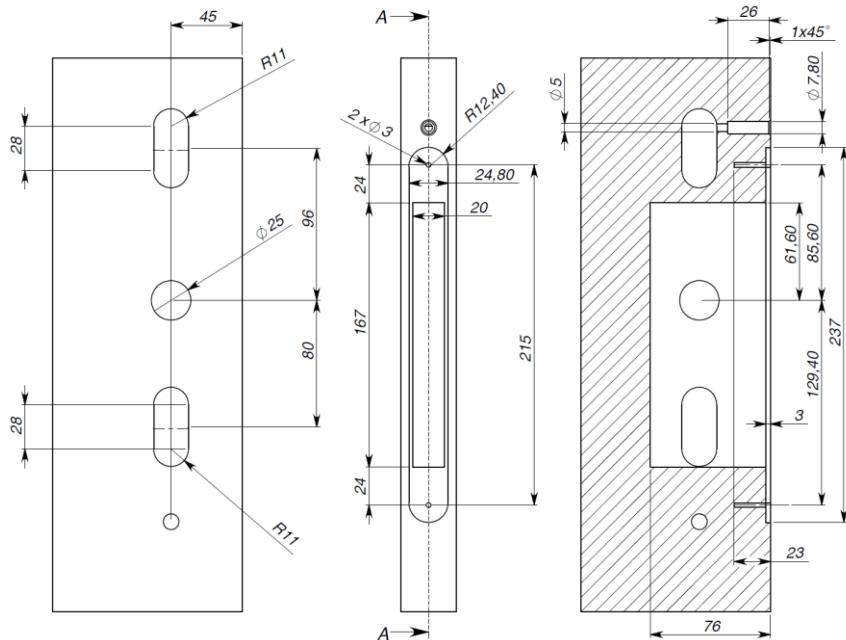

Рис. 8. Разметка отверстий и пазов
- Перед установкой снимите старый замок и накладки с дверными ручками, разметьте и приготовьте отверстия и пазы в полотне двери (см. рис. 8):